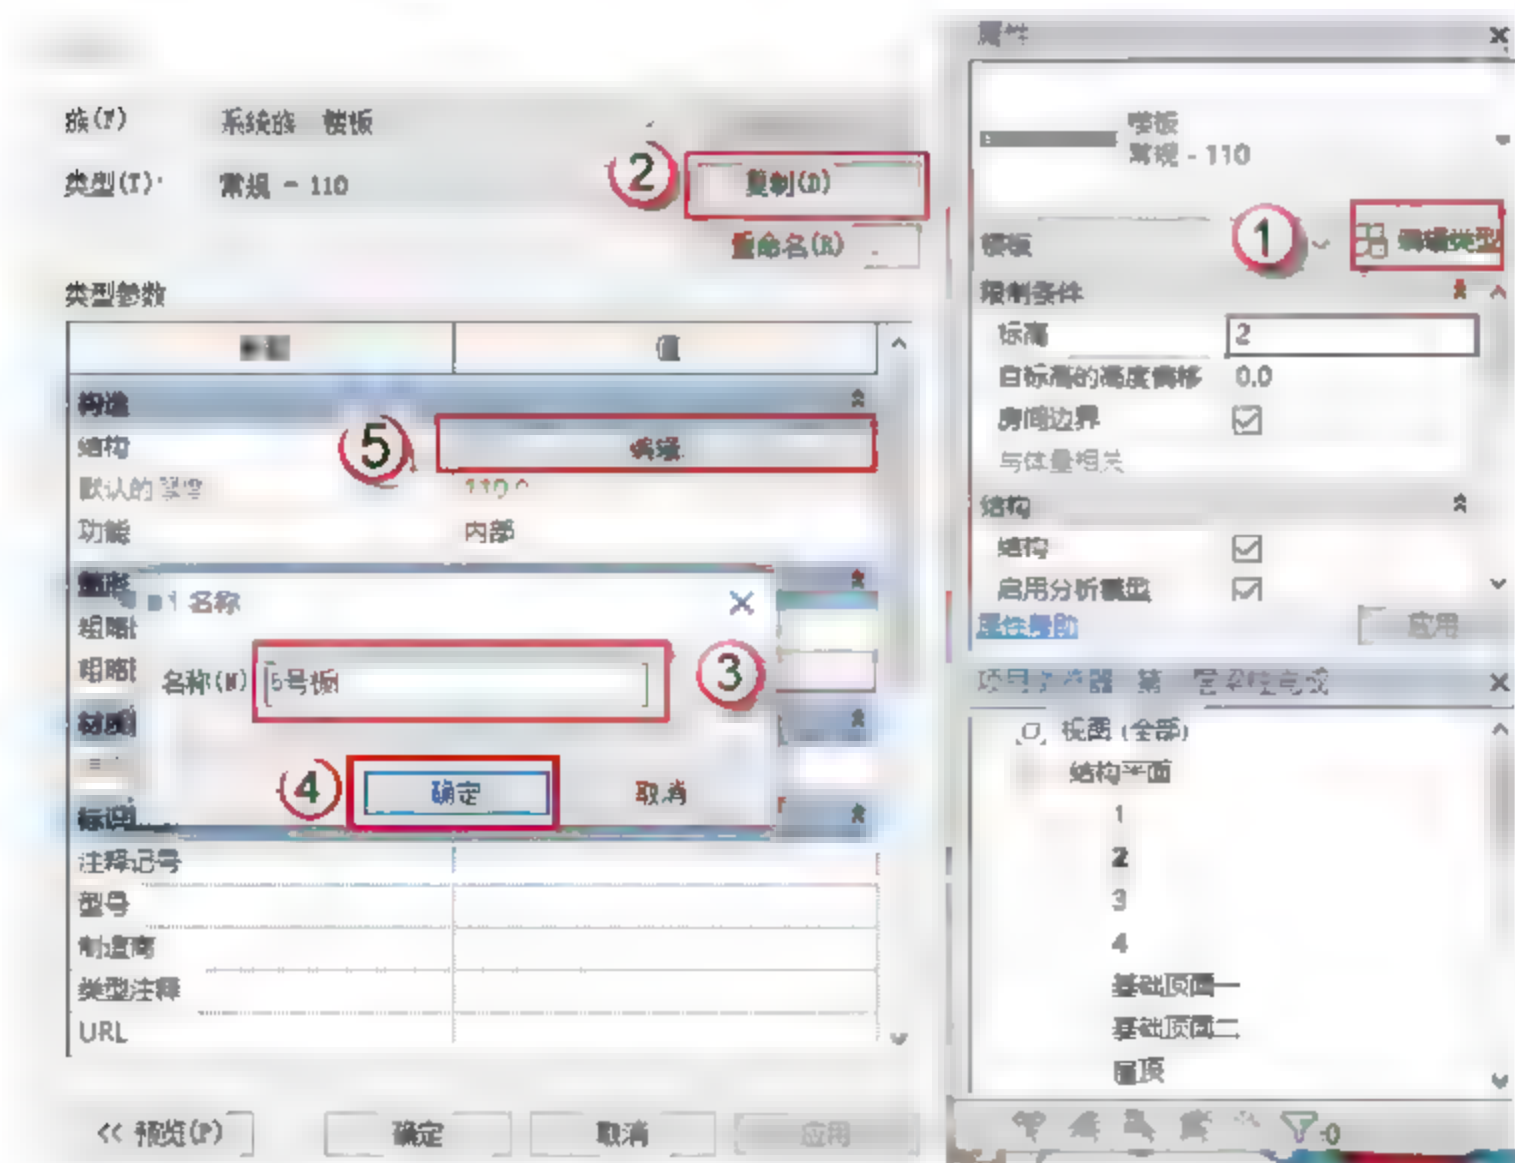

图 4.3.10 设置 5 号板参数
(10) 设置 5 号板参数，按快捷键 S+B，进入编辑模式，单击“编辑类型”按钮，在弹出的对话框中单击“复制”按钮，再在弹出的对话框中命名板号，单击“确定”按钮。单击“编辑”按钮设置参数，将板厚设置为 110，如图 4.3.10 所示。